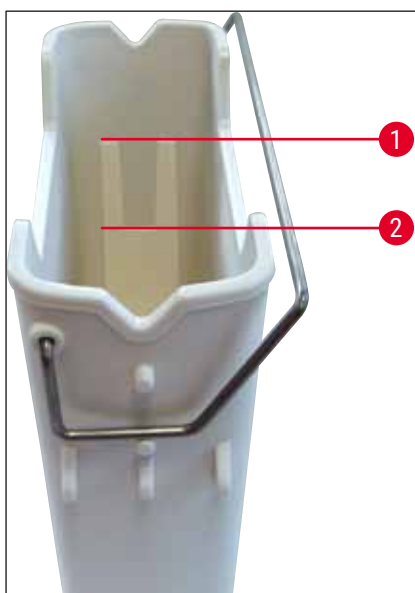
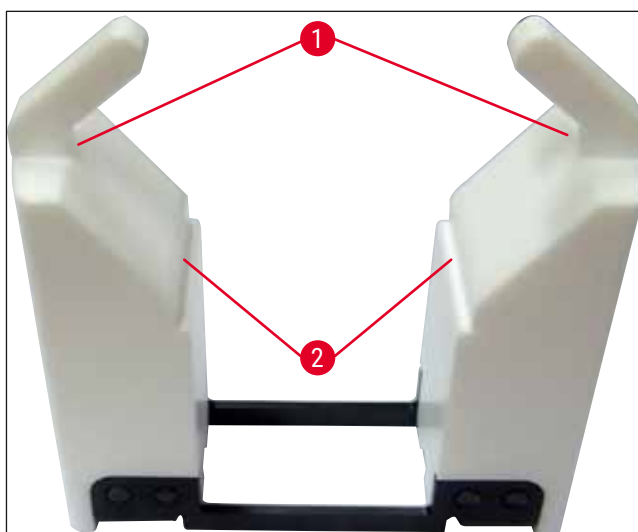

Fig. 65
Fig. 66
Controlați amplasarea corectă a cadrelor cuvelor de reactivi la cuva de reactivi. Dacă nu este cazul, fixați cadrul în conformitate cu (→ "Fig. 65").
- La umplerea fiecărui tip de cuvă de reactiv, observați marcajul nivelului de umplere din interiorul cuvelor de reactiv (→ "Fig. 65") (→ "Fig. 66").
- Dacă se folosesc inserții pentru coloranți speciali (→ "Fig. 66") în cuvele de reactivi pentru a reduce volumul reactivului, introduceți-le mai întâi în cuva de reactiv și apoi umpleți cu reactiv cel puțin până la nivelul minim de umplere indicat (→ "Fig. 66-2"), însă nu peste nivelul maxim de umplere (→ "Fig. 66-1").